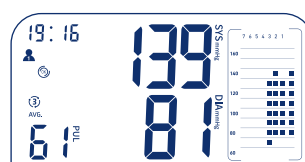

Figure 10
- Une fois la troisième mesure effectuée, les valeurs moyennes sont calculées et affichées sur l'écran (Figure 10). Le graphique à barres affiche le résultat moyen de la triple mesure dans la colonne de droite. Dans les colonnes 1 à 3, vous pouvez voir les résultats des trois mesures individuelles.